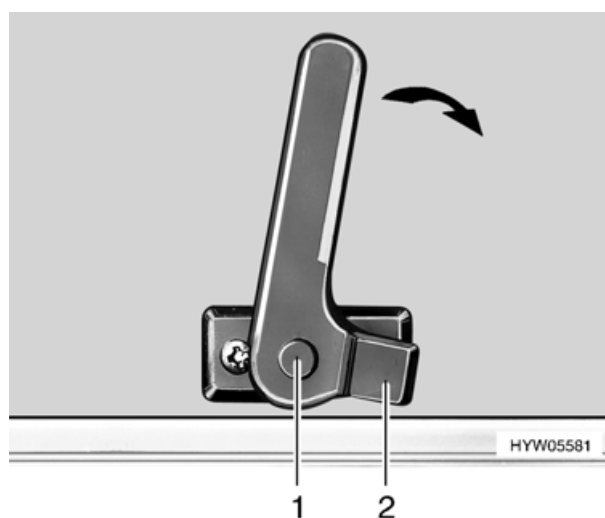

Fig. 19 Finestra apribile, maniglia aperta
- Ruotare nuovamente la maniglia. Far rientrare la forchetta sulla maniglia della finestra (Fig. 19,2) inserendola nell'apposito incavo del telaio portacristallo.
Verificare che la maniglia della finestra sia assicurata dal bottone di sicurezza (Fig. 19,1).